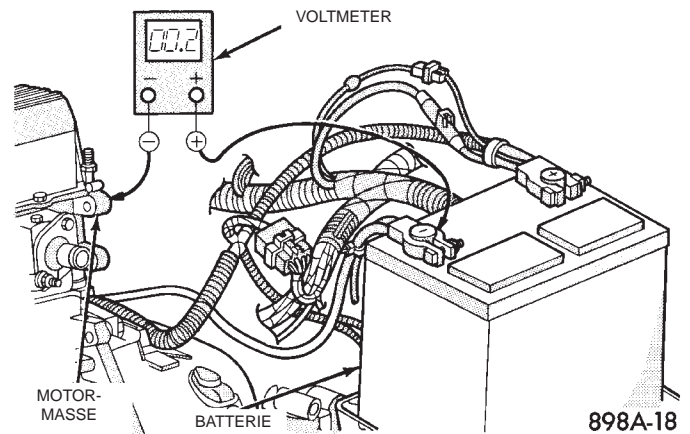

Abb. 5 Widerstand im Massestromkreis überprüfen—Typisch
(4) Voltmeter zwischen dem Batterie-Minuspol (-) und einem guten Massepunkt am Motorblock anschließen (Abb. 5). Zündschalter in Stellung "START" bringen, in dieser Stellung halten und die Voltmeteranzeige beobachten. Wird eine Spannung von über 0,2 Volt angezeigt, Anschluß des Batterie-Minuskabels (-) am Motorblock reinigen und festziehen. Prüfung erneut durchführen. Liegt die angezeigte Spannung immer noch über 0,2 Volt, das defekte Batterie-Minuskabel (-) austauschen.
(5) Plus-Prüfspitze (+) des Voltmeters am Anlassergehäuse anschließen. Minus-Prüfspitze (-) des